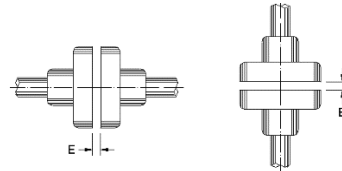

Abbildung 4.13: Axialspalt der Kupplung (E)
Richten Sie die Wellenenden sorgfältig aus und setzen Sie, soweit möglich, eine flexible Kupplung ein, lassen Sie dabei einen Mindestabstand (E) von 3 mm zwischen den Kupplungen, wie in Abbildung 4.13 gezeigt.